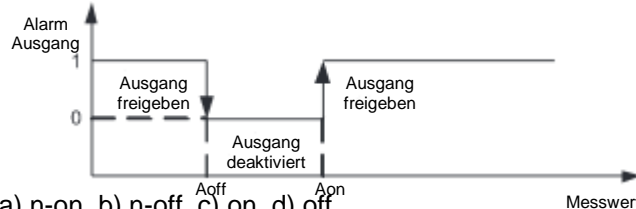

Abb. 7 Alarm Type: a) n-on, b) n-off, c) on, d) off.
a) Die Display Farbe der Messwerte. Die angezeigte Reichweite ist definiert in drei Zonen separat durch KpL und KpH Schwellwerte (geeignet ist die untere Schwelle KpL und die höhere Schwelle KpH, um die Display Farbe zu wechseln – Abb. 7) Die Farbe der angezeigten Nummern für jede Zone wird aus drei zugänglichen Farben ausgewählt: grün, orange und rot. KpL und KpH Werte werden vom Benutzer und betroffen entsprechend gesetzt (d.h. unter Berücksichtigung auch in die einzelnen Charakteristiken). Der Herstellerwert KpL ist gleich 100% des Nennwertes, wie auch immer KpH ist gleich 110% des Nennwertes, z.B. für einen Meter von 400 V Ausführungen: für KpL – 400 V und für KpH – 440 V.
Beide Alarme arbeiten unabhängig und jede von ihnen hat 6 Arbeits Modelle: noch (in zwei Varianten), n-on, n-off, on, off, h-on und h-off, welche in Abb. 7 Alarm Type: a) n-on, b) n-off, c) on, d) off. dargestellt werden. Alarmschwelle Aoff und Aon werden in den Werten der gemessenen Größen gesetzt, unter Berücksichtigung der individuellen Charakteristik.